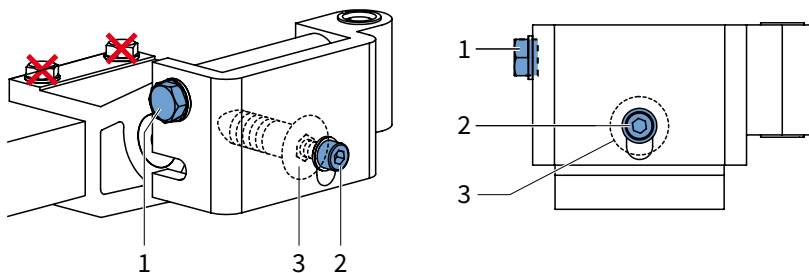

Abb. 5.2 Detail Armverbindung links
2. Drehen Sie Mutter #1 eine Umdrehung los (Steckschlüssel 17). Heben Sie die Vorderleiste beim Losdrehen etwas an, damit sich die Stellschraube leicht bewegt. Siehe Abbildung 5.2.